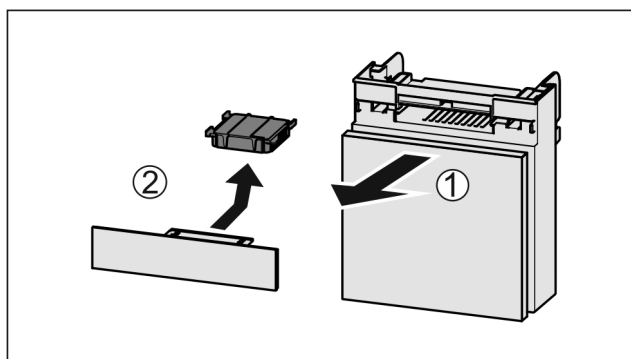

Fig. 72
- Dra ut Fig. 72 (1) lådan framåt.
- Ta ut Fig. 72 (2) aktivtkolfiltret.